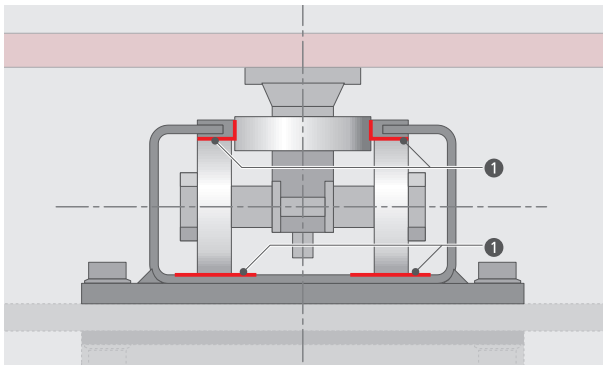

Abbildung 5.11.1
- In seltenen Fällen entstehen an den Kanalfanschen fühlbare Absätze im Bereich der Laufrollen (1). Laufrollen deshalb überall auf Absätze überprüfen. Absätze gegebenenfalls abschleifen und alle Schleifrückstände sorgfältig aussaugen. Den kompletten Kanal sorgfältig von Fremdkörpern freiräumen und mit einem sauberen, trockenen Tuch fusselfrei nachreinigen. (Abb. 5.11.1)